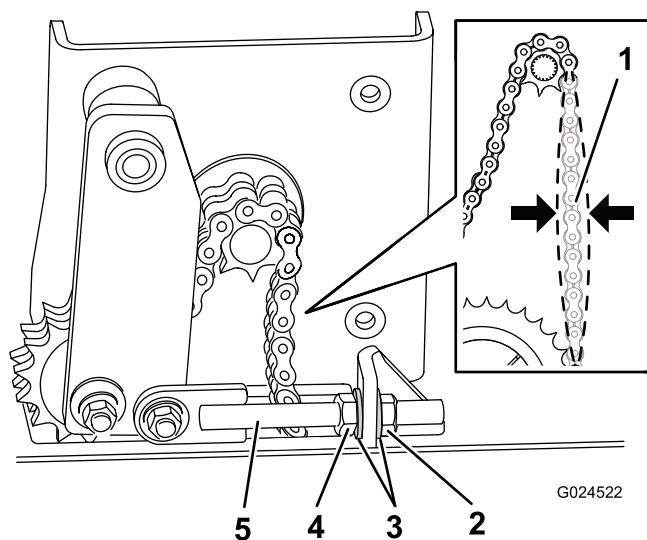

図 23
2. テンションロッドのロック用ナットをゆるめる図 23。
3. 以下の手順で張りの調整を行う図 23